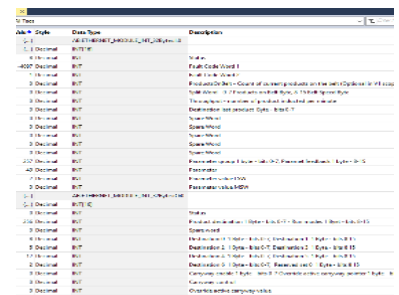

Figure 30: GED_ISC_CAM_v2 Controller Tags
14. 在导入 GED 后，标签应自动将其描述添加到程序中，见图 30。